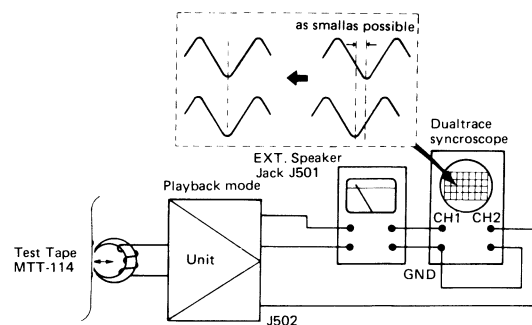

Figure 9-1
1. Connect instruments as shown in Fig. 9-1.
1. Die Instrumente gemäß Abb. 9-1 anschließen.
1. Brancher les instruments comme cela est indiqué dans Fig. 9-1.